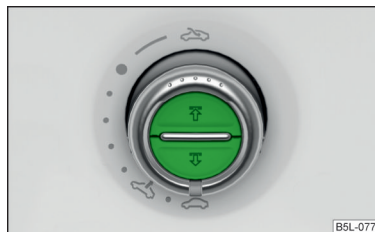

Fig. 41
Operarea ruloului parasolar » fig. 41
- Cuplați contactul și aduceți comutatorul în poziția ⇐ » *fig. 41 la pagina 58.*